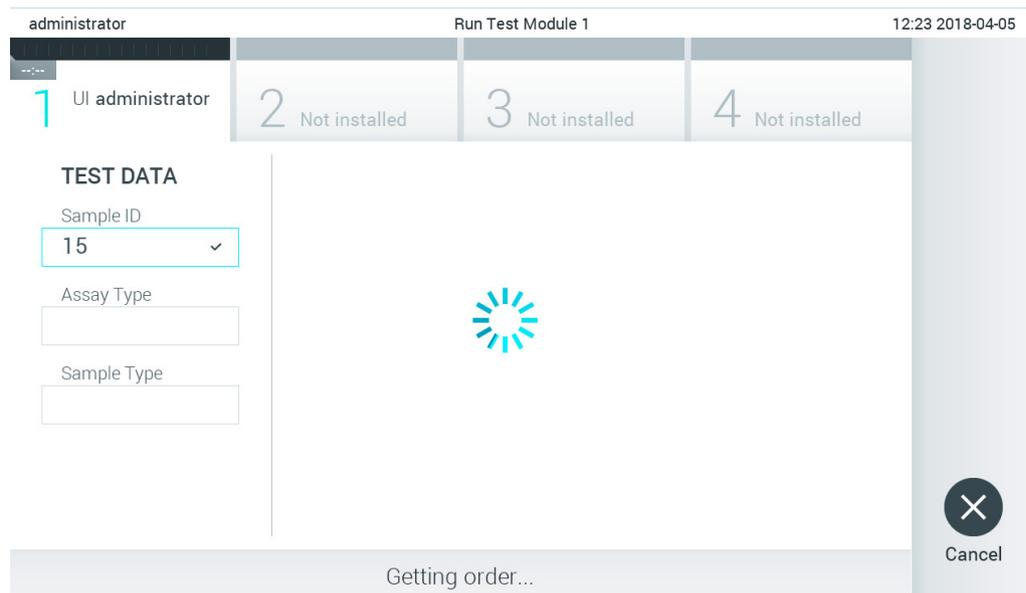

図 76. 検査依頼取得時の表示。
3. サンプル ID がホストに送信され、QIAstat-Dx Analyzer 1.0 が検査依頼を待機中に「Getting order...」（依頼を取得しています...）というメッセージが表示されます（図 76）。